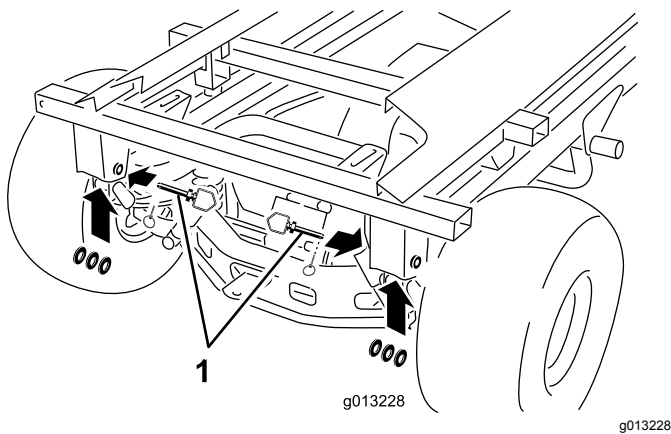

Bild 50
- 10. Entfernen Sie die hinteren Klappstecker, Anbauvorrichtungsstifte und Scheiben (**Bild 50**).